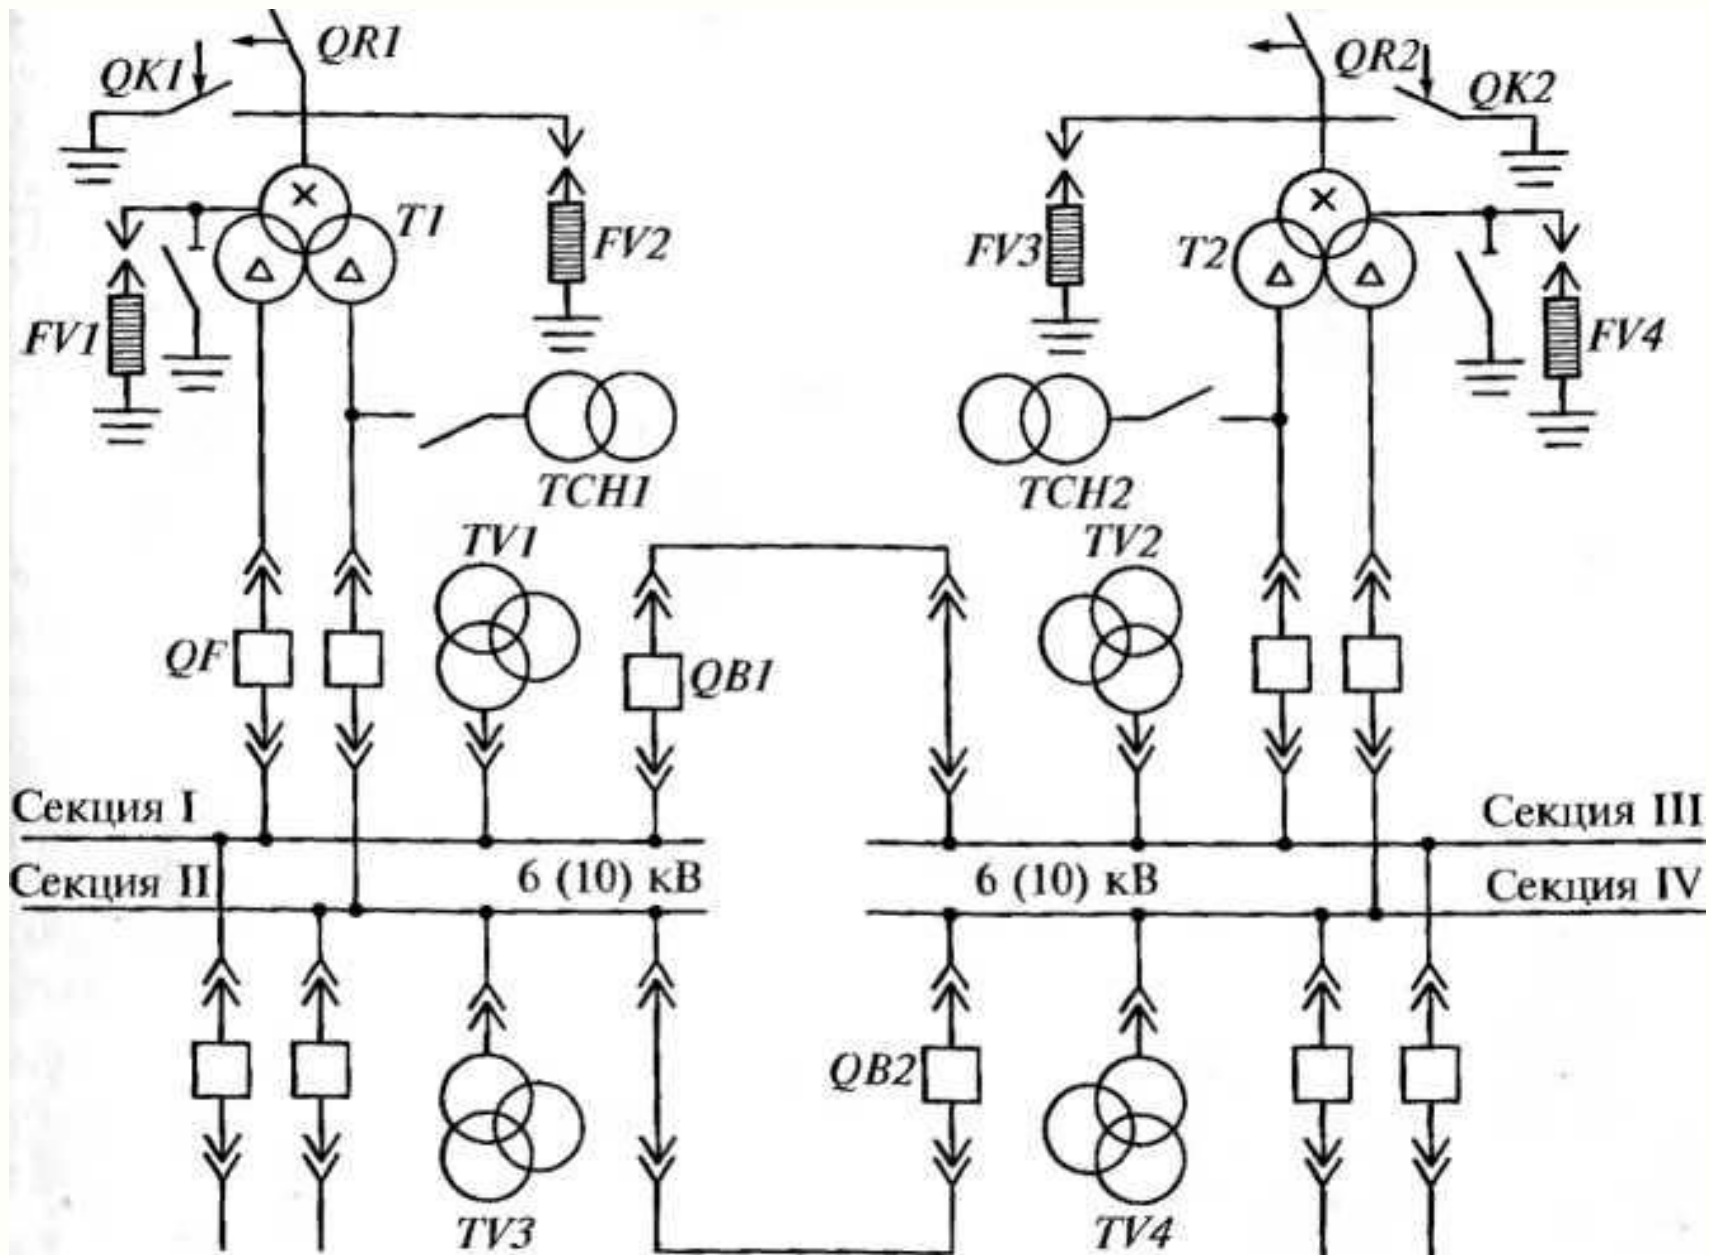

Рис. 9.10. Схема ГПГ1 напряжением 35...220/6 (10) кВ с четырьмя секциями сборных шин напряжением 6 (10) кВ
В схеме, показанной на рис. 9.10, каждая вторичная обмотка обоих трансформаторов подключена к отдельной секции шин напряжением 6 (10) кВ.